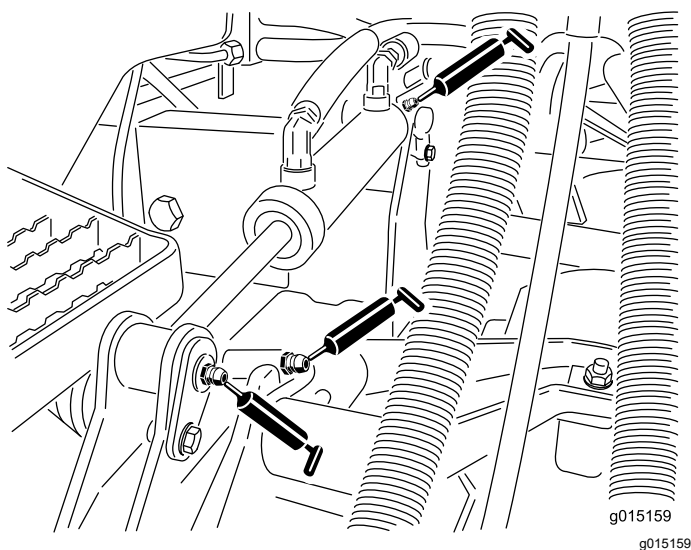

Figura 67
- Casquillos de los cilindros de elevación (2 por unidad de corte) (Figura 67)
- Casquillos de los brazos de elevación (1 por unidad de corte) (Figura 67)